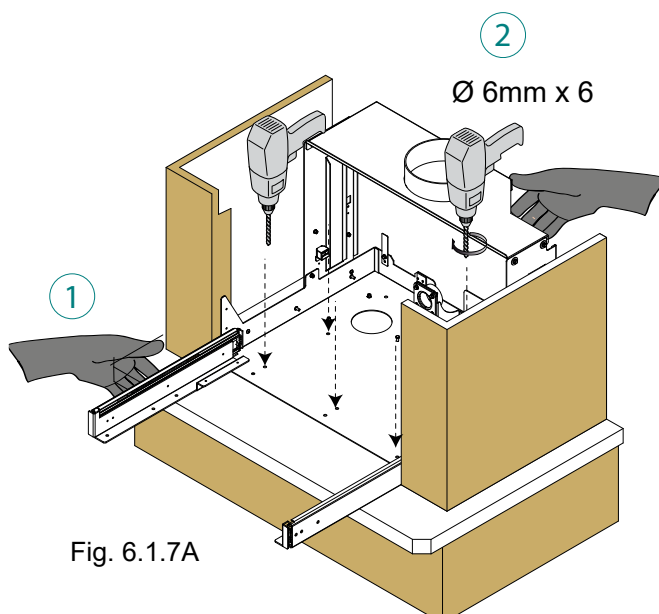

Fig. 6.1.7A
12. Poser la base sur le plan de la cheminée (1), tracer et effectuer 4 trous de Ø 6 pour la fixation (2) - utiliser la base comme gabarit - puis percer avec un foret de 6 mm de diamètre (Fig. 6.1.7A)